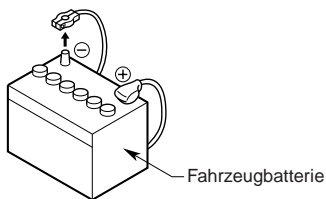

Abbildung 1
3. Vor Einbaubeginn unbedingt den "⊖" Anschluß der Batterie abtrennen. Dies soll verhindern, daß während Einbau Kurzschlüsse auftreten. (Abbildung 1)